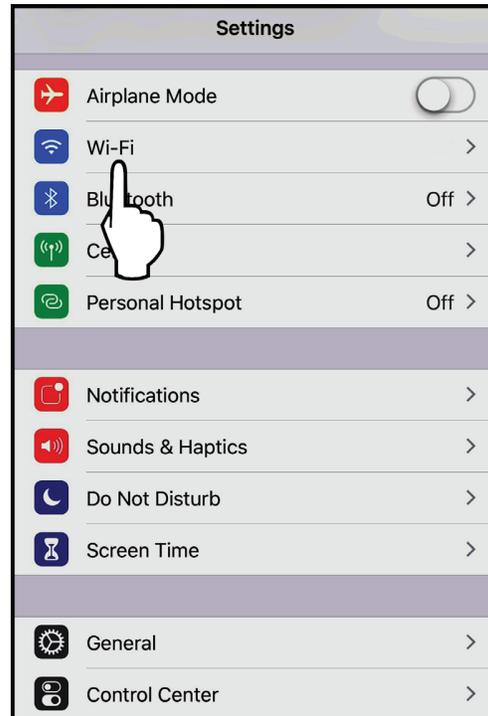

Figure 24. Sélection du réseau Wi-Fi
6. Sélectionnez le réseau Wi-Fi dans le menu paramètres, voir **Figure 24**.